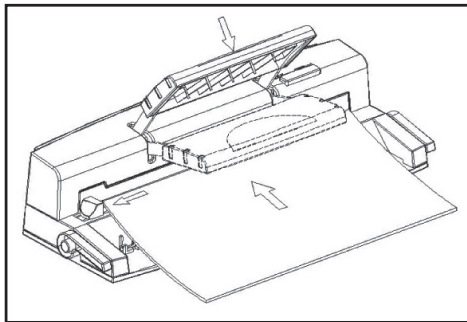

fig. 5
- Réglez le guide latéral aux dimensions du papier que vous souhaitez relier (cf. figure 5).